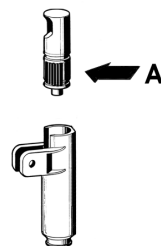

figura 2
- 2 Lubricar el pistón del grifo (en la zona A indicada en la Figura 2) utilizando exclusivamente la grasa adecuada para uso alimentario.